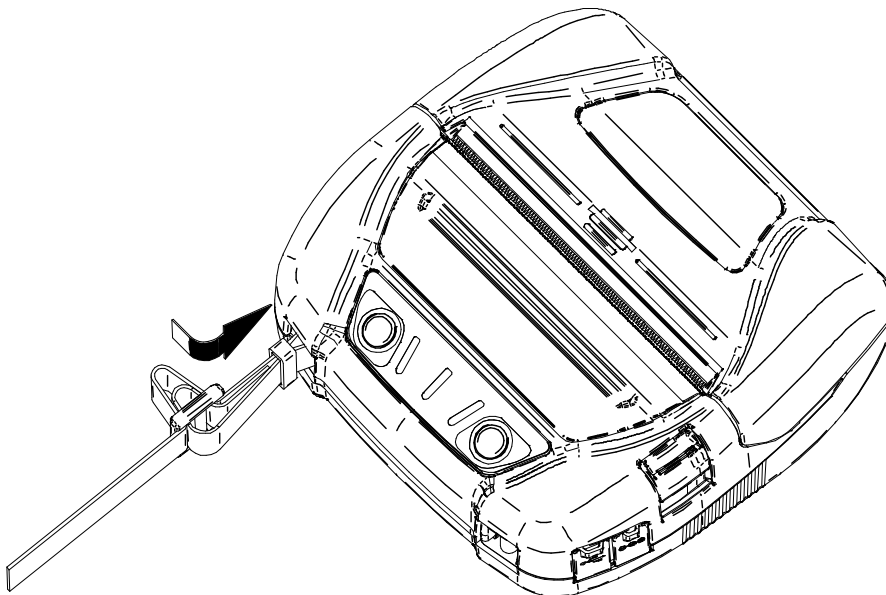

Abbildung 14-7 Anbringung des Schulterriemens (4)
- (4) Führen Sie wie in Abbildung 14-7 gezeigt das Ende des Schulterriemens durch das sich näher am Drucker befindende Einstellloch.